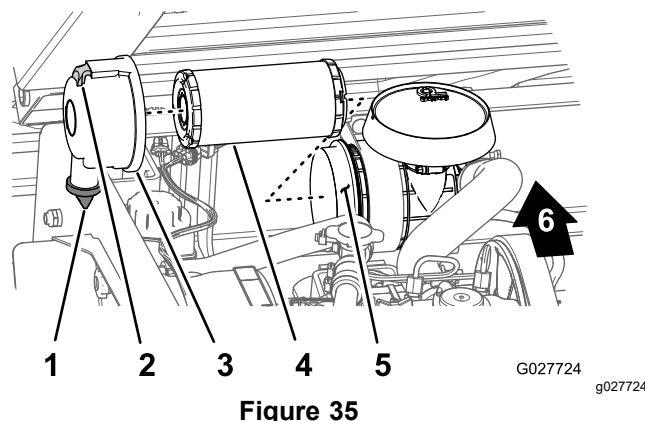

Figure 35
2. Vérifiez si le boîtier du filtre à air présente des dommages susceptibles d'occasionner des fuites d'air (Figure 35).
3. Tirez le verrou vers l'extérieur et tournez le couvercle du filtre à air dans le sens antihoraire (Figure 35).
5. Sortez l'élément filtrant du boîtier du filtre à air (Figure 35) avec précaution pour ne pas déloger trop de poussière.
1. Nettoyez l'orifice d'éjection d'impuretés situé sur le couvercle du filtre à air (Figure 35).
2. Retirez la valve de sortie en caoutchouc du couvercle, nettoyez la cavité et remettez la valve en place (Figure 35).
3. Insérez l'élément filtrant dans le boîtier du filtre à air en appuyant sur le bord extérieur de l'élément pour l'engager parfaitement dans le boîtier (Figure 35).
4. Alignez le couvercle du filtre à air sur le boîtier en orientant la valve de sortie en caoutchouc vers le bas, à peu près entre les positions 5 heures et 7 heures, vu de l'extrémité (Figure 35).
5. Fixez le couvercle au boîtier avec les dispositifs de verrouillage (Figure 35).